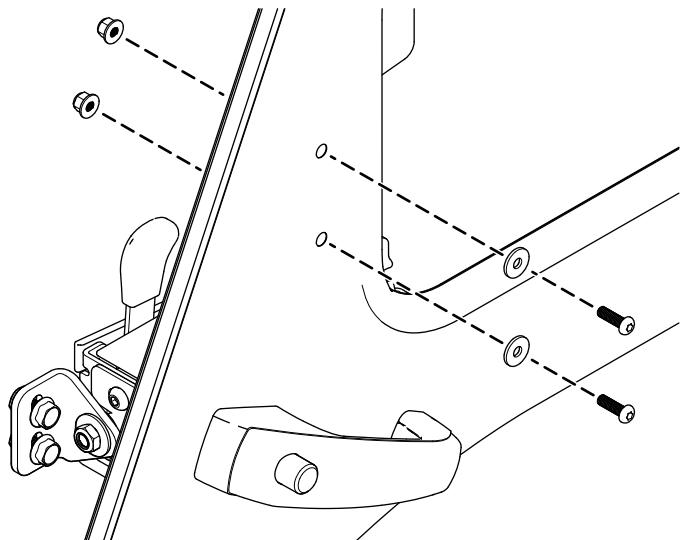

Bild 3
1. Entfernen Sie die vorhandenen beiden Torx-Schrauben, zwei Unterlegscheiben und zwei Sicherungsmuttern (6 mm) von der Kabinentür (Bild 3).